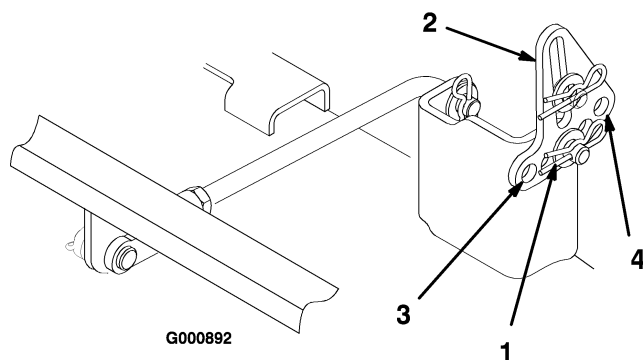

Figure 43
- Enlevez la goupille fendue et la rondelle de l'une des pattes de mise à niveau (Figure 43). Pour mettre les lames de niveau, fixez les pattes de mise à niveau dans un autre trou à l'aide de la rondelle et de la goupille fendue (Figure 43). Utilisez un trou plus en avant pour réduire la hauteur de ce côté, ou un trou plus en arrière pour l'augmenter. Réglez les deux côtés selon les besoins.